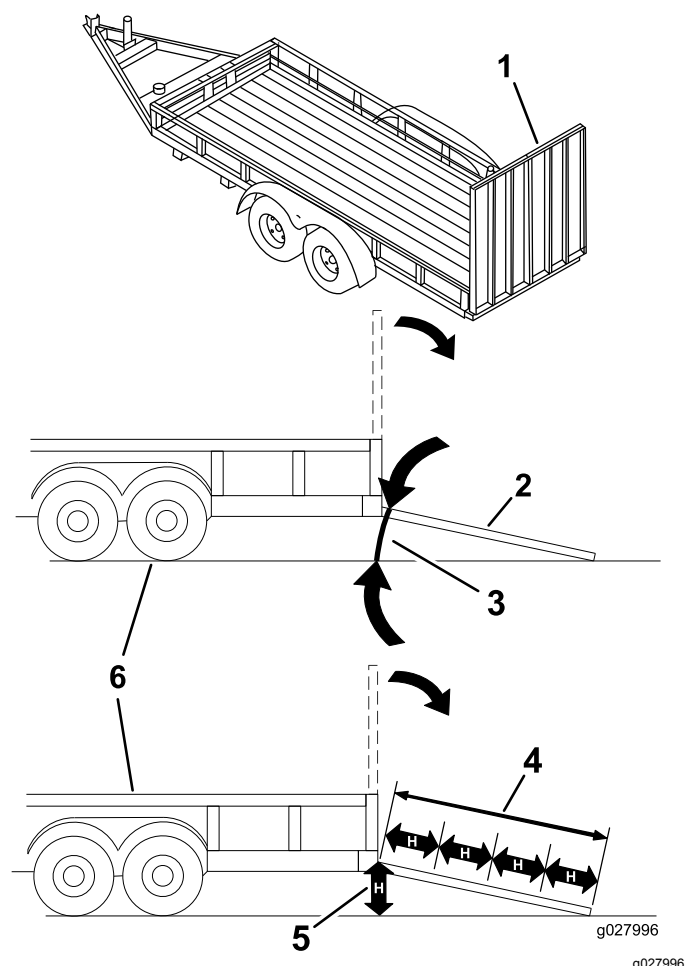

Figure 37
Le chargement de la machine sur une remorque ou un camion augmente le risque de basculement, et donc de blessures graves ou mortelles (Figure 37).
3. Abaissez la rampe pour que l'angle avec le sol ne dépasse pas 15 degrés (Figure 37).
1. Abaissez la rampe pour que l'angle avec le sol ne dépasse pas 15 degrés (Figure 37).